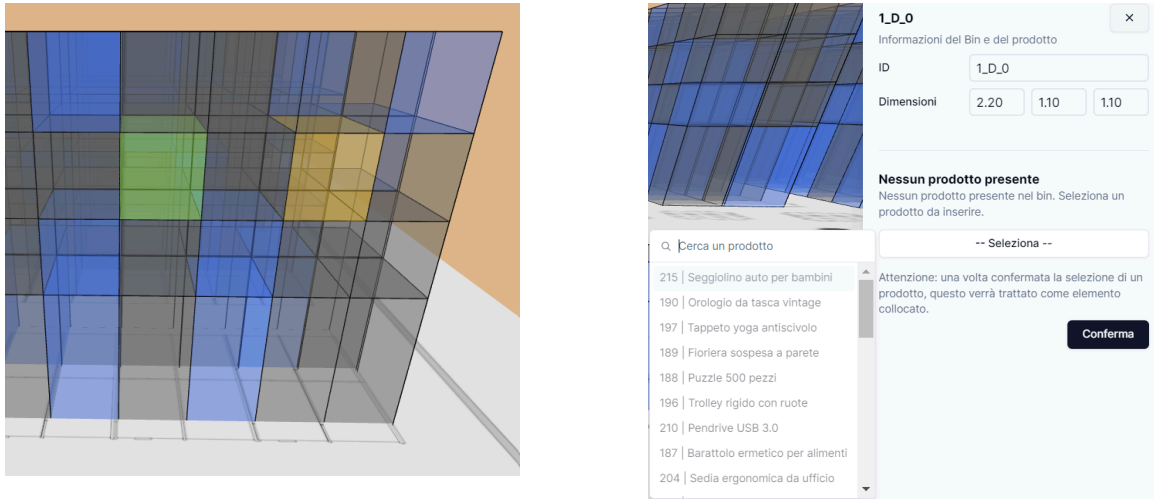

Figura 11: Spostamento prodotti con drag and drop (sinistra), menù spostamento prodotti non collocati (destra)
In basso a destra nello schermo, una notifica avviserà della possibilità o meno di effettuare lo spostamento. In caso di esito positivo, i bin_G di partenza e di arrivo verranno evidenziati rispettivamente in giallo e verde, come rappresentato in Figura 11
- nel menù che apparirà (Figura 11), premere il pulsante **Seleziona**;